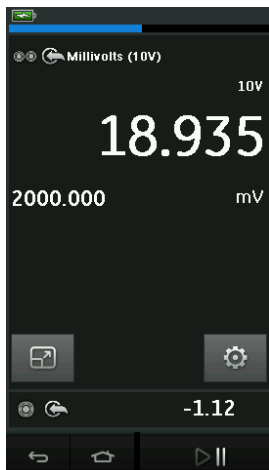

Рисунок 2-18: Окно калибровки: развернутый вид
- Рис. 2-18 отображает расширенное представление выбранного канала и свертывает остальные каналы.